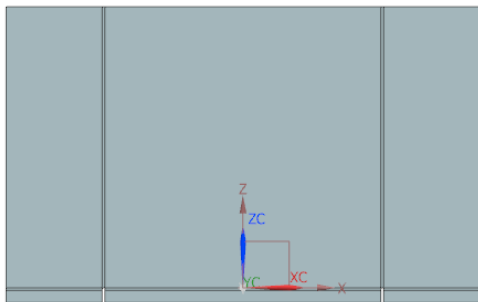

图 6-72 创建伸直特征
(4) 在如图 6-69 所示对话框中，单击 **确定** 按钮，创建伸直特征，如图 6-72 所示。